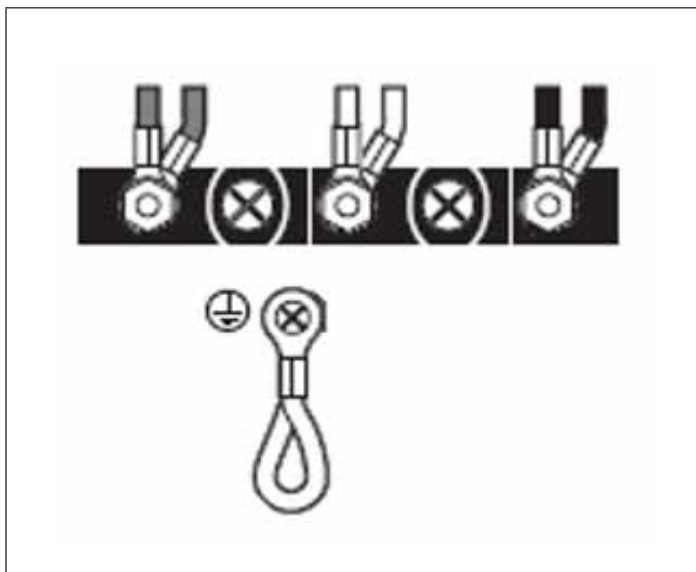
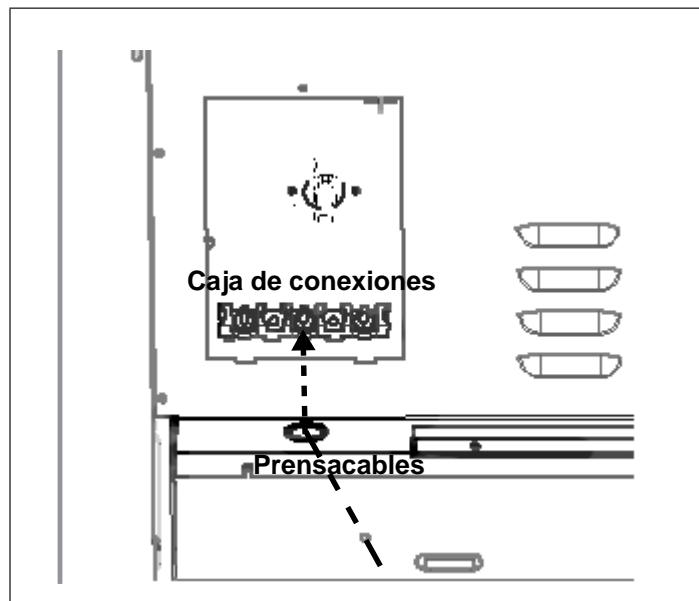

Figura 12: Caja de conexiones
Figura 13: Ubicación del prensacables
Instale un prensacables (no incluido) en el orificio de 1 pulg. (25,4 mm) de diámetro situado debajo de la caja de conexiones (vea la Figura 13). El cableado del aparato debe llegar hasta la caja de conexiones mediante el conducto, pasando a través del prensacables. Las extremidades de los cables deben tener fijadas lengüetas cerradas de 1/4 pulg., preferentemente soldadas en su lugar. Realice las conexiones a la caja de conexiones incluida (vea la Figura 12).
2. Instale el prensacables (no incluido con la estufa) en el orificio de 1 pulg. (6 mm) de diámetro situado en el panel trasero, debajo de la caja de conexiones (vea la figura 13 y la Figura 12). Pase los cables por el prensacables.